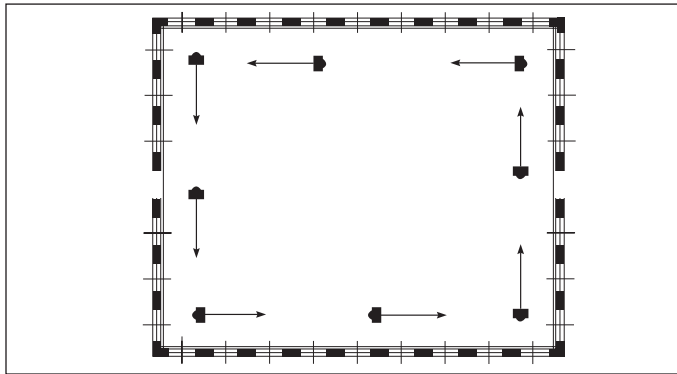

Figure 3.1 - Disposition pour distribution horizontale
3. Les appareils à débit horizontal doivent être montés de façon que les flux d'air chaud balayent les parois exposées du local parallèlement ou obliquement mais pas perpendiculairement. Les appareils doivent être espacés pour que leurs flux d'air chaud se renforcent les uns les autres. Voir la figure 3.1